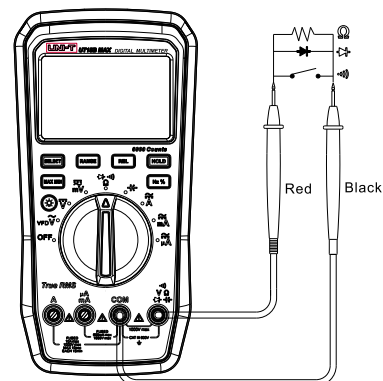

Abbildung 5
3. Widerstands/Durchgangsmessung (Abbildung 5)
4. Diodenmessung (Abbildung 5)